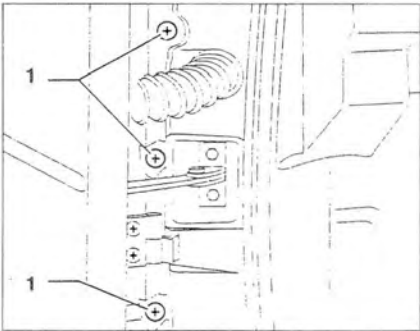

Рис. 10.5. Выкрутите винты 1 из передней стойки.
6. Выкрутите винты 1 из передней стойки (рис. 10.5).